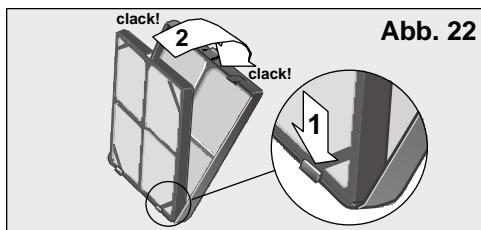

Abb. 22
- Setzen Sie das Zusatzfilterelement und den Halterahmen, wie in der Abb. 22 gezeigt, in den Grobstaubfilter ein. Dabei ist zu beachten, dass es zuerst in die unteren Stifte einrasten muss.